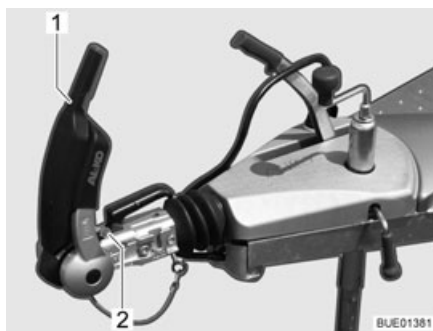

Fig. 121 Indicatore (guarnizioni di attrito davanti e dietro)
- Aprire la maniglia di stabilizzazione (Fig. 121,1).
Il controllo avviene mediante l'indicatore che si trova davanti alla maniglia del gancio (Fig. 121,2).